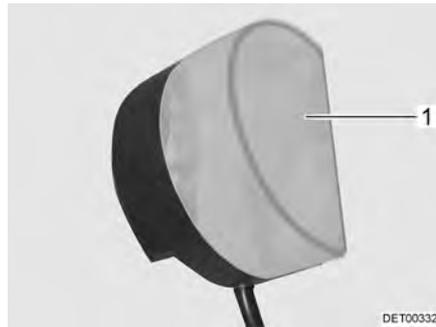

Fig. 258 Eclairage de la penderie
- Enfoncer légèrement le couvercle de la lampe (Fig. 258,1) et le retirer.